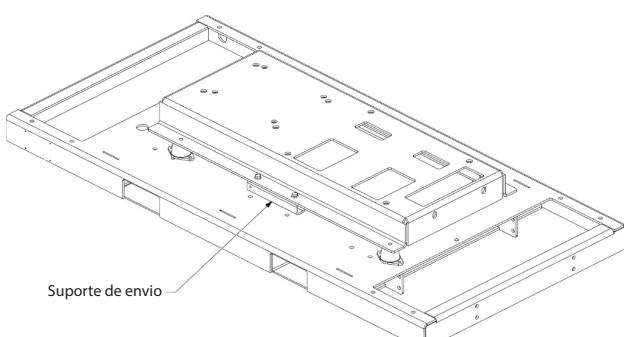

Figura 2-2 Shipping Brackets Removal
Remova os dois (2) suportes de transporte mostrados na Figura 2-2 antes da instalação.